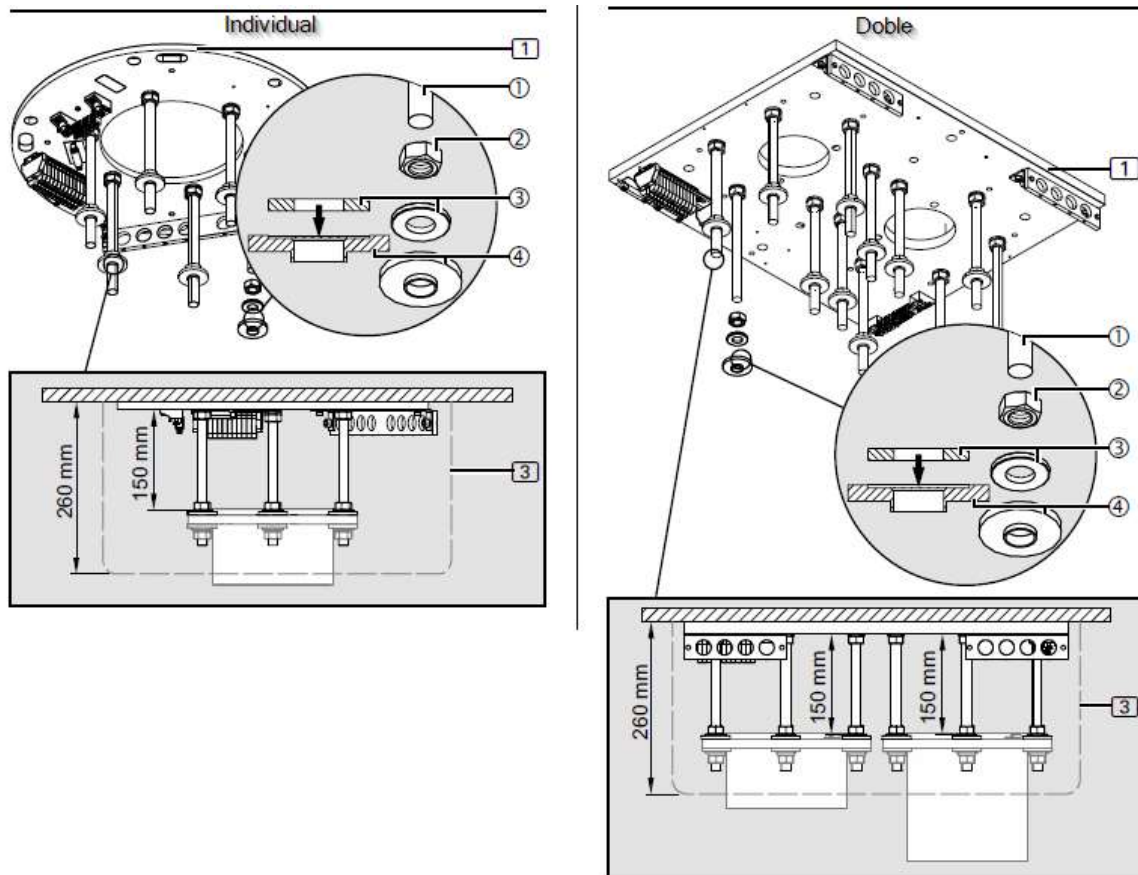

Abb. 8 Montage der oberen Isolierungen an den Gewindebolzen ohne Zwischendecke
- Die Deckenblende (3) wird später bündig mit der Decke montiert und verdeckt den Flansch des Deckenrohrs.
- Für die Deckenblende (3) mit einer Höhe von 300 mm müssen bei der Einzelausführung die Gewindebolzen 6/12 M16 x 315 mm ③ auf 240 mm gekürzt werden. Siehe Abbildung links in Abbildung 8.
- Für die Dachverkleidung (3) mit einer Höhe von 300 mm müssen bei der Einzelversion (Tandem) die Gewindebolzen 6/12 M16 x 315 mm ③ auf mindestens 240 mm für eines der Geräte und maximal 180 mm für das andere Gerät gekürzt werden. Siehe Abbildung rechts in Abbildung 8.
- Entfernen Sie leicht die Grate von den Gewindebolzen M16 x 315 mm ①, um einen optimalen Sitz des Gewindes in der Schnittstellenplatte (1) zu gewährleisten.
- Schrauben Sie jeweils 1 Sechskantmutter M16 ② auf jede Gewindebolzen M16 ③ und legen Sie dann jeweils 1 Federscheibe ① auf.